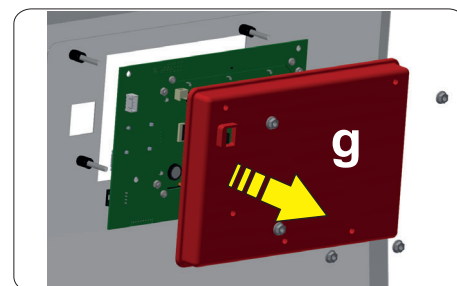

Fig. 13
- Cambie la placa de pantalla. Reposicione la cobertura de plástico con su junta, teniendo cuidado de manera que se una completamente contra la lámina del panel (posición **g** - véase **Fig. 13**).